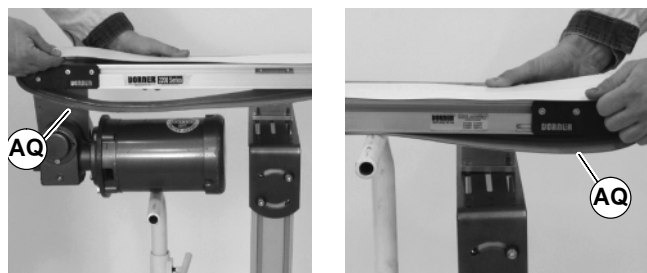

Abbildung 24
3. Den Gurt (AQ siehe Abbildung 24) auf dem Förderband installieren. Das Förderband leicht anheben, um ein Verklemmen des Gurtes in den vorübergehenden Tragstützen zu vermeiden.